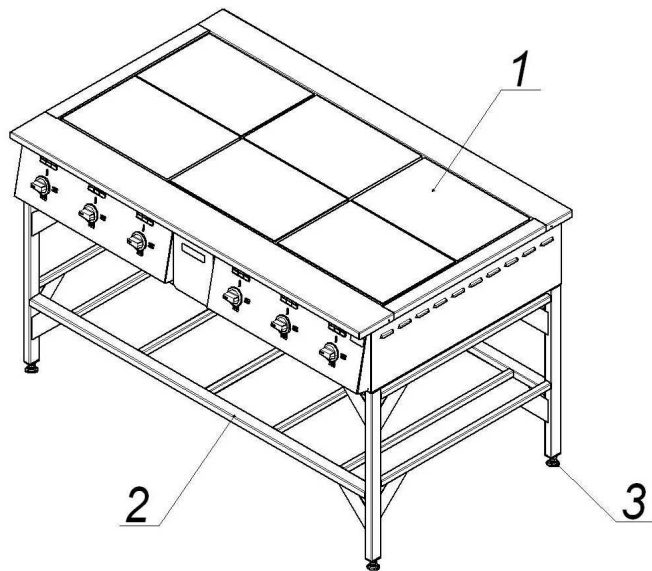
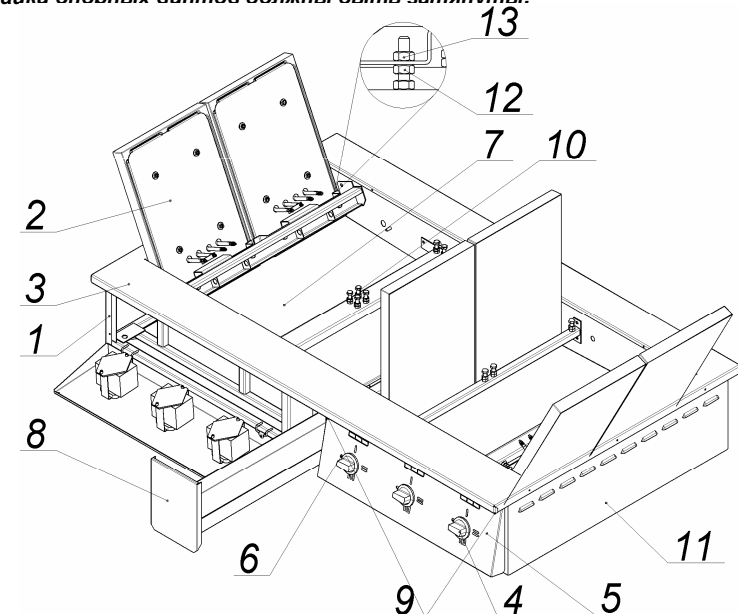

Рис.1
Рис. 2
4.3 Собственно плита (рис.2) установлена на каркасную раму (рис.1, поз.2) и состоит из каркаса (поз.1), с закреплёнными на нём шестью конфорками (поз.2), столом (поз.3), облицовочными (поз.11) и лицевыми панелями (поз.5).
- лицевые панели (поз.5) с переключателями (поз.4) и сигнальными лампами (поз.6) могут быть открыты (см. рис.2), для чего необходимо вывернуть винты (поз.9), крепящие лицевые панели к каркасу (поз.1) плиты.
- эксплуатировать плиту без лотка (рис.2, поз.8);
6.9 Отвернуть винты (рис.2 поз.9), откинуть лицевую панель (рис.2 поз.5) г.анель плиты.
7.2 Установите рукоятки переключателей мощности конфорок (рис.2, поз.4) в положения I, II или III (должны загореться сигнальные лампы рис.2, поз.6) в зависимости от требований технологии тепловой обработки продуктов.
7.5 После окончания приготовления продуктов отключите напряжение, подаваемое на нагревательные элементы конфорок, установив рукоятки переключателей конфорок (рис.2, поз.4) в положение «0» (сигнальные лампы должны погаснуть).
7.8 Выкатите лоток (рис.2, поз.8), очистите, затем установите лоток на место.